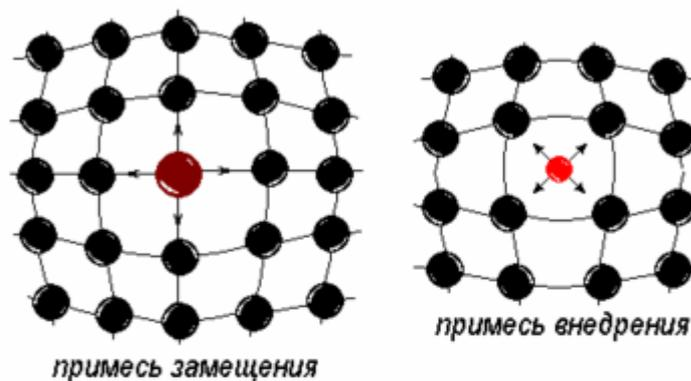

Рис. 1.2. Точечные дефекты: примесные атомы
**Примесной атом**, или **примесь** – это атом другого, «чужого» вещества, попавшего в металл (обычно из руды при выплавке). Примесные атомы могут замещать собственные в узлах кристаллической решётки (*примесь замещения*) или занимать поры между ними (*примесь внедрения*). Примесные атомы искажают решётку сильнее, чем собственные межузельные атомы, что упрощённо показано на рис. 1.2.